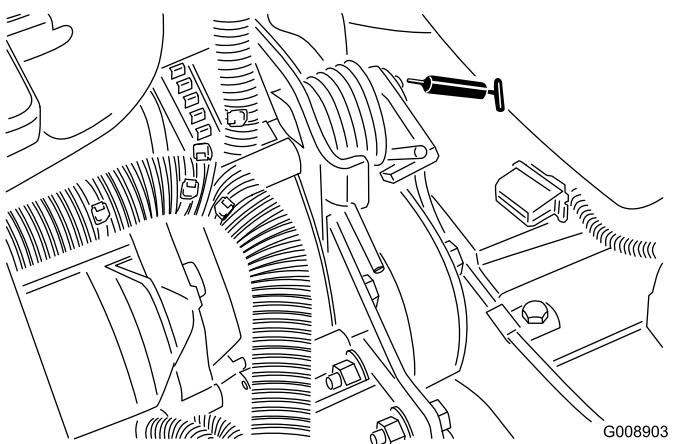

Figura 43
- Pivote de tensión de la correa (Figura 43)